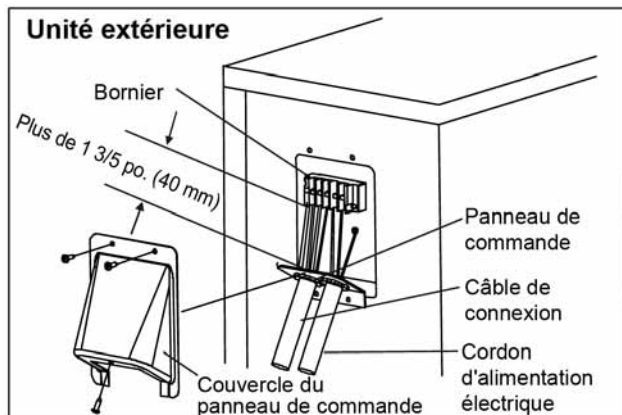

FIGURE 23A
1. Retirez le couvercle du panneau de commande électrique de l'unité extérieure en dévissant la vis comme illustré sur la Figure 23A.